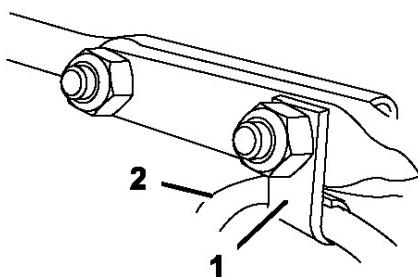

Рисунок 11.
6. Вставьте зажим троса, который поддерживает трос дефлектора, в передний болт и закрепите болты с помощью контргаек (рис. 11).